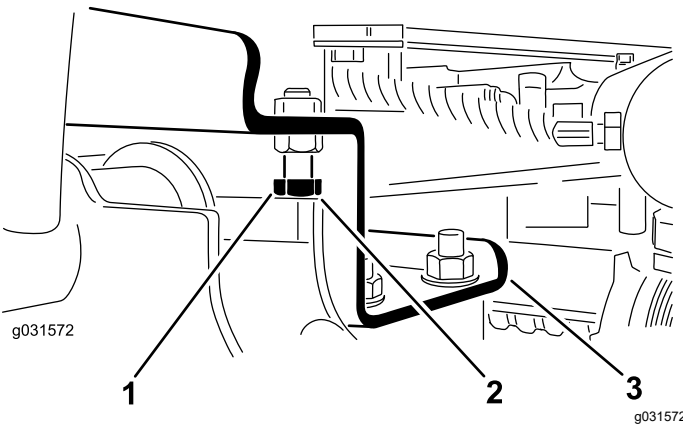

図 12
- A. ストップボルトを戻す 図 12。
2. 各昇降アームとストップボルトとの隙間が、図 12のように 0.131.02mmの間にあるかどうか点検する。